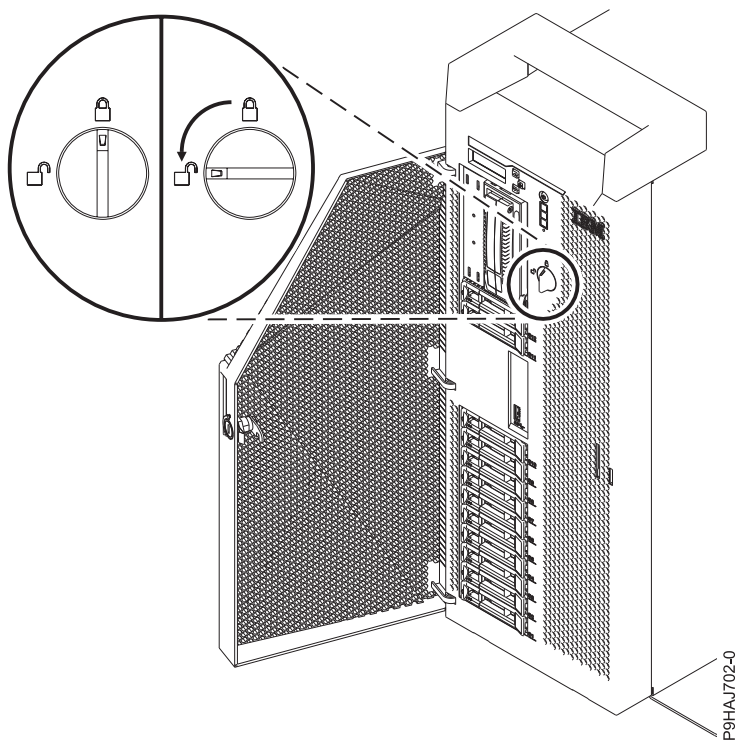

Figura 10. Apertura del pestillo de la cubierta frontal
3. Gire el pestillo de la cubierta hacia la izquierda (en el sentido de las agujas del reloj) para desbloquear la puerta, tal como se muestra en la Figura 10 en la página 27. En posición vertical está bloqueada, en posición horizontal está desbloqueada.